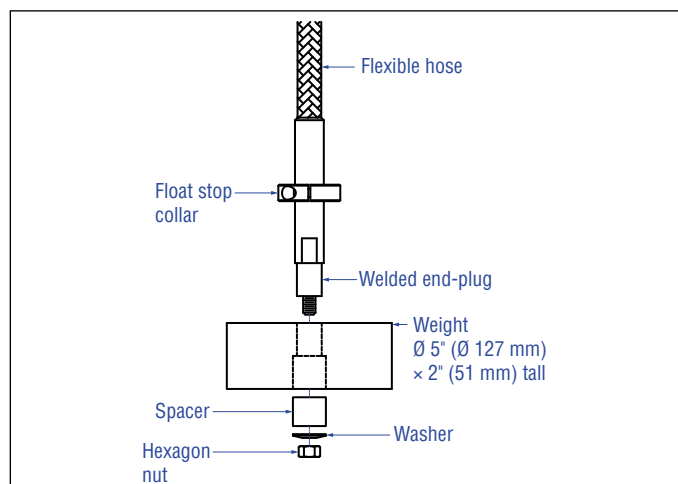
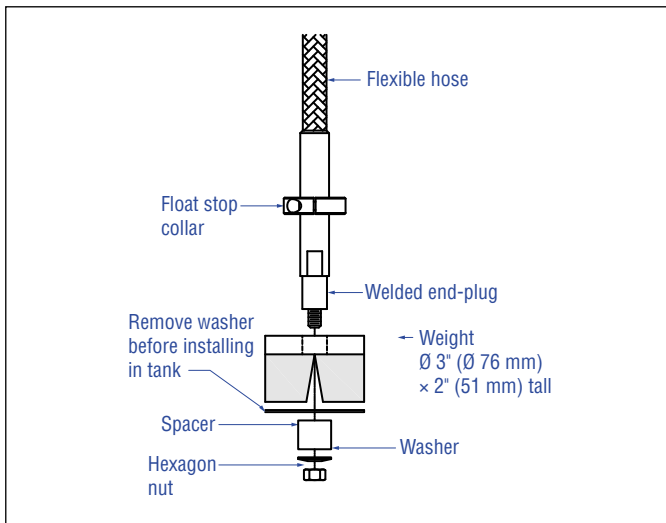
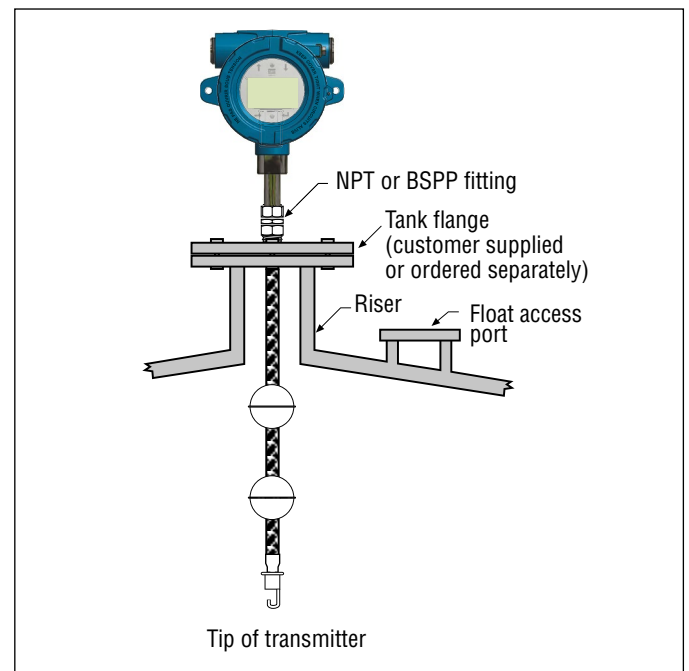

Fig. 8: Abspanngewicht am Boden
Fig. 9: Haltemagnet am Boden
Fig. 11: Montage mit Gewindeflansch für flexiblen Schlauch
5. Montieren Sie den Haken, das Gewicht oder den Magneten an den verschweißten Endstecker des Rohrs (hierbei handelt es sich um den unteren starren Abschnitt des Rohrs). Verwenden Sie dazu die mitgelieferte Mutter, das Distanzstück und die Unterlegscheibe, und ziehen Sie sie wie in Fig. 8, Fig. 11 und Fig. 9 dargestellt fest. Magnet: Entfernen Sie die Unterlegscheibe vor der Installation im Tank.
In der Mehrzahl der Anwendungen kann der Tank Slayer®-Transmitter über ein NPT- oder BSPP-Einschraubgewinde direkt am Tank oder Flansch montiert werden, vorausgesetzt, es steht eine geeignete Rohrverschraubung zur Verfügung. Wenn der Schwimmer beim Entfernen des Flansches nicht durch die Flanschöffnung passt, muss eine alternative Möglichkeit bestehen, um den Schwimmer vom Inneren des Behälters aus am Transmitter zu montieren; hierzu kann ein Zugang erforderlich sein, der sich in der Nähe der Stelle befindet, an der der Transmitter eingeführt wird (siehe Fig. 11).